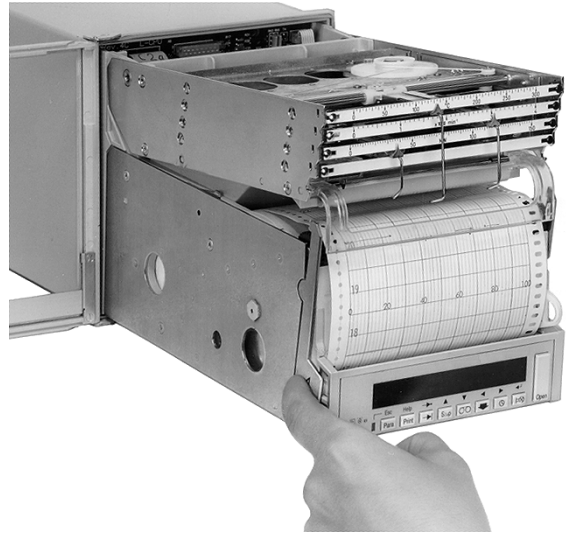
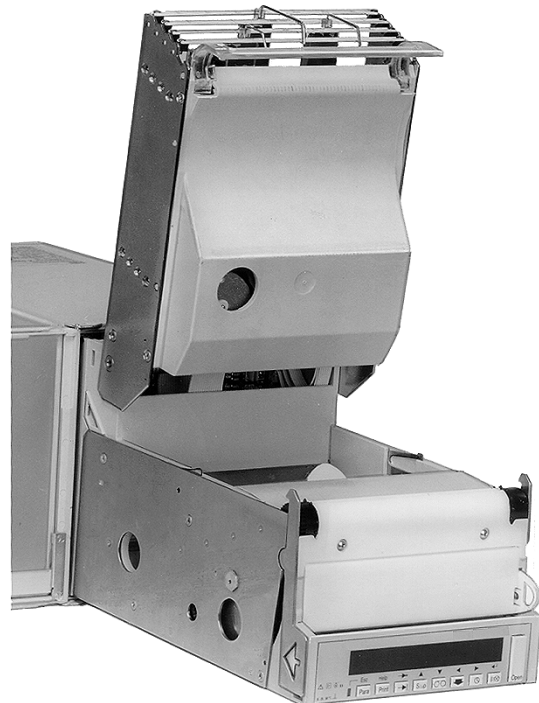

Bild 8 Schreibtisch für Falstreifen
Bild 9
2. Meßsystemträger entriegeln und bis zum Anschlag aufklappen (siehe Bild 8 und Bild 9).